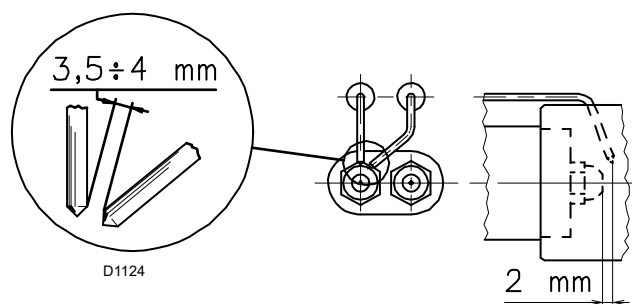

Fig. 14
Controllare che gli elettrodi siano posizionati come in Fig. 14 rispettando le dimensioni indicate.
- L'ugello per il 1° stadio di funzionamento è quello sottostante gli elettrodi d'accensione, Fig. 14 a pag. 19.